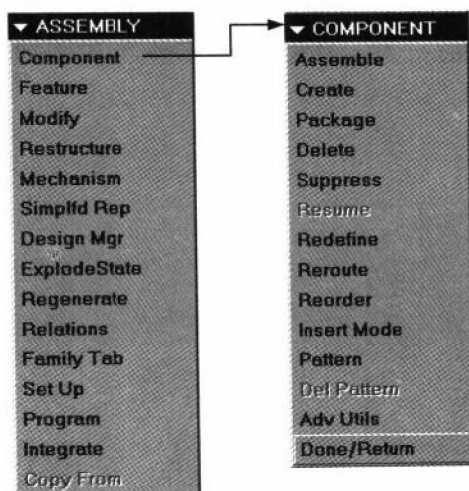

图 1.2
3. 选 Component 以进行装配的工作, 如图 1.2 所示。